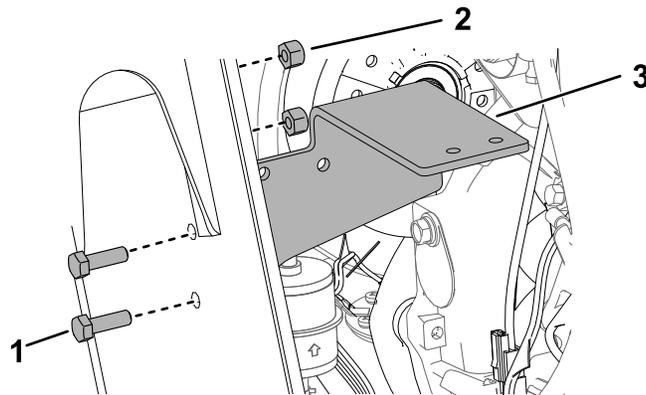

Figura 23
7. Montate la piastra sul telaio come illustrato in Figura 23.